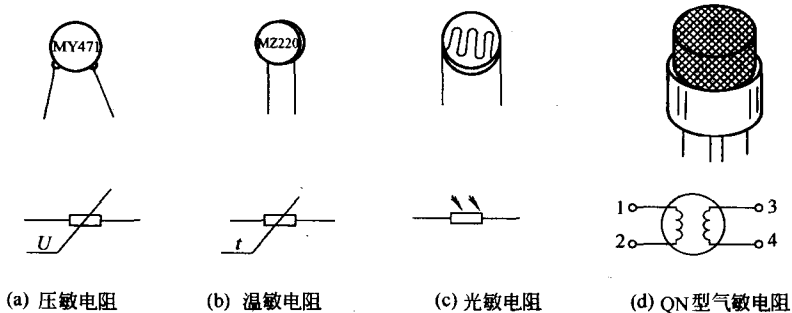

图 1-8 常用的几种敏感型电阻器
敏感型电阻器主要指电特性对温度、湿度、压力、电磁感应、气体浓度等外界条件的物理量反应敏感的元器件，它可以将这些物理量转换成电信号、制成各种传感器或器件，还可进行放大和处理，以实现自动控制。常用的几种敏感型电阻器如图 1-8 所示。
(1) 压敏电阻 压敏电阻外形及符号如图 1-8(a) 中所示，压敏电阻文字符号用 RV 来
(2) 热敏电阻 热敏电阻外形及符号如图 1-8(b) 中所示，热敏电阻文字符号用 RT 来表示。热敏电阻器是由钛酸钡材料，掺杂能改变居里点温度的物质铅或锶和加入极微量的导电杂质稀土元素镧，经过研磨、压型、高温烧结而成的复合钛酸盐的 N 型半导瓷体，大多是单晶或多晶半导体器件。其特点是热敏电阻在达到特定温度前，电阻值随温度变化较缓慢，当越过一定的温度时，其阻值急剧增大。这个温度称为居里点温度。热敏电阻利用居里点温度及阻值变化敏感材料制成，温度升高电阻阻值增大称为正温度系数；温度升高电阻阻值减小称为负温度系数。热敏电阻常用于温度补偿、自动保护、自动测温、电机过热保护及电气设备软启动等场合。
(3) 光敏电阻 光敏电阻外形及符号如图 1-8(c) 所示。光敏电阻器是由半导体硒化镉、硫化铅、硫化锌等材料制成的。利用半导体的光电导特性原理，当射入强光线时，光敏电阻的阻值减小；当射入弱光线时，光敏电阻的阻值增大。光敏电阻还具有灵敏度高、电气性能稳定、制作工艺简单等特点。根据不同光源可分为：红外光光敏电阻、可见光光敏电阻、紫外线光敏电阻等。光敏电阻在有光照射下，产生亮阻阻值很小，在没有光照射下，产生的暗阻阻值较大。光敏电阻电流随电压呈现线性变化，在自动控制、光电控制、自动检测、通信及报警电路中广泛应用。
(4) 气敏电阻 气敏电阻外形及符号如图 1-8(d) 所示。气敏电阻是利用某种半导体在加热状态下，其表面吸入特定气体，并在发生氧化或还原反应后，产生离子，导致其电阻率发生改变的一种器件。气敏电阻器的文字符号用 Q 来表示，图示气敏电阻的引脚如下：